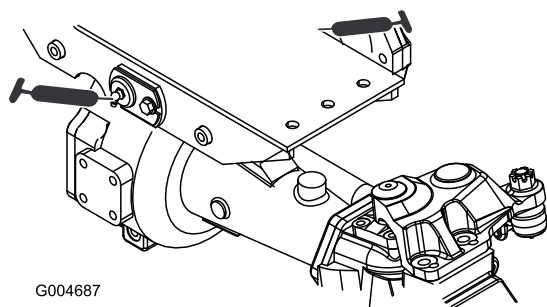

Figura 37
- Boccole orientabili (2) dei ponti anteriore e posteriore (Figura 37)